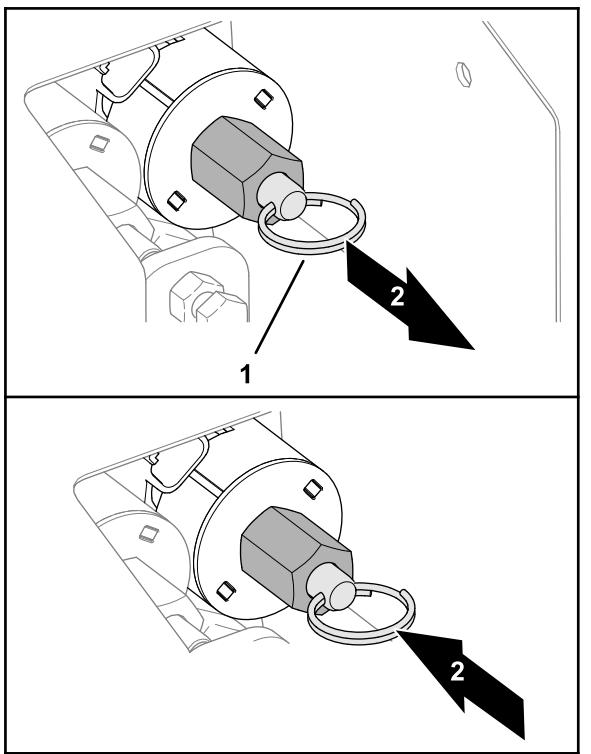

Рисунок 32
- Чтобы опустить бункер (Рисунок 32), вытяните кольцо на штоке клапана.
- Чтобы поднять бункер (Рисунок 32), нажмите на разрезное кольцо на штоке клапана.